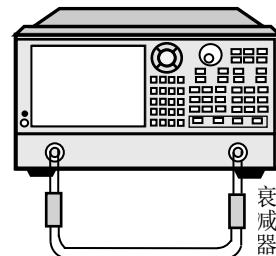

图 8.17 绝对输出功率测量连接
- 4) 按图8.17所示，连接放大器并提供直流偏置。如果必要的话，使用外部衰减器，使放大器的输出功率充分衰减，以免引起分析仪端口2的接收机压缩或烧毁。